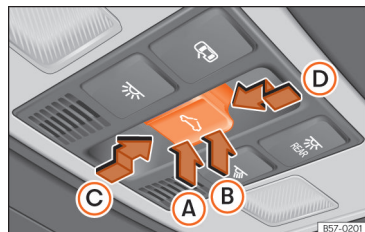

Рис. 66 Стельова консоль: клавіша управління люком.
Клавіша  **рис. 66** має два положення. Перше положення дозволяє підняти/опустити або відкривати/закривати люк повністю чи частково.
- Протягом 5 секунд після спрацювання захисту від защемлення натисніть клавішу  **»» рис. 66** до другого положення **Ⓐ** і тримайте, доки люк не закрийся до кінця.